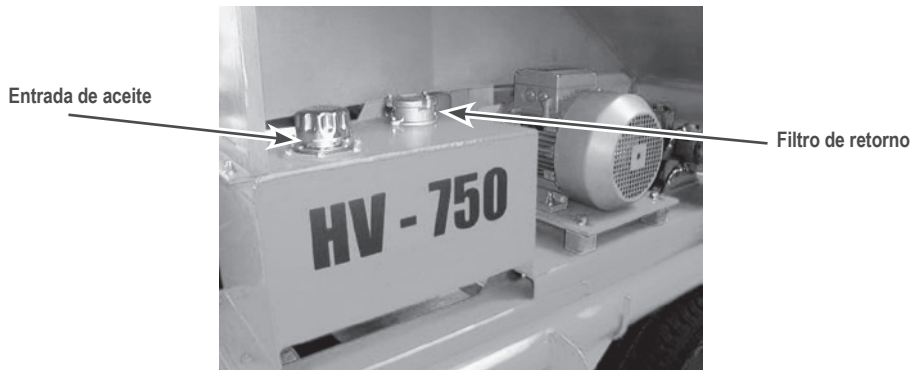

Fig. 4.3. Estanque de aceite óleo hidráulico
- Limpiar el filtro de retorno con Gasolina cada 300 hr. de funcionamiento (Ver Fig. 4.3.).